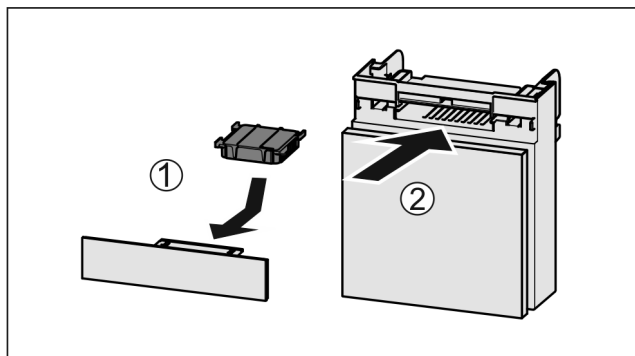

Fig. 53
- ▶ Вставити фільтр з активованого вугілля за малюнком Fig. 53 (1).
- ▶ Вставити відділення Fig. 53 (2).